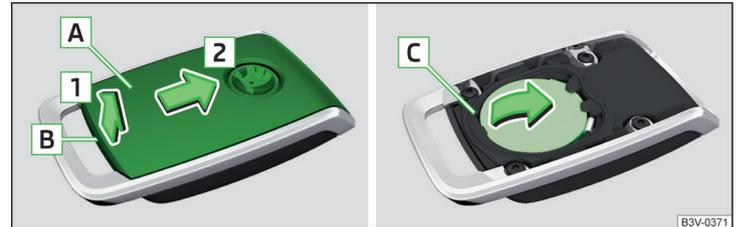

Abb. 345 Abdeckung aufklappen / Batterie herausnehmen
- › Mit einem dünnen Schlitzschraubendreher die Abdeckung **A** im Bereich **B** lösen » Abb. 345.